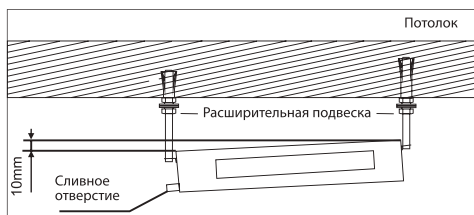

Рис. 4
- Необходимо затянуть болты и гайки. Ослабленные соединения приведут к падению и поломке кондиционера. Внутренний блок должен опираться на дренажное отверстие, чтобы удобно использовать для дренирования (рис. 4).